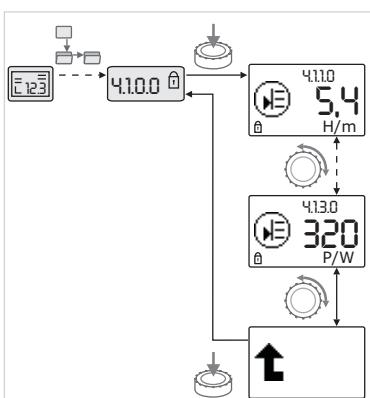

Fig. 39: Vyvolanie informácií
- Otáčaním ovládacieho tlačidla sa premiestnite k prvkom menu typu „Informácia“ aktuálneho podmenu (pozri Fig. 39). Pre vysvetlenie nastavení reprezentovaných symbolmi pozri tabuľku v kapitole 8.7 „Referencia prvkov menu“ na strane 39.